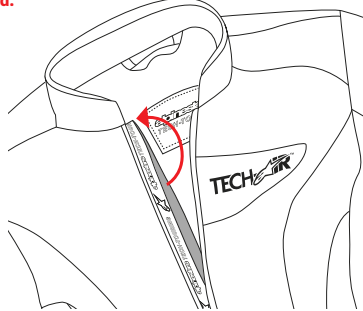

Abbildung 8
**Tipp:** Wenn das System nicht startet (keine LED-Anzeige leuchtet) überprüfen Sie, dass nichts zwischen den Sensorflächen (Abbildung 8) liegt und, dass die Klappe mit dem Sensor in die Alpinestars' Kombijacke nicht nach innen umgeklappt ist.
Wenn Sie auf Ihre Alpinestars Kombijacke nicht verzichten möchten, nachdem Sie das System abgeschaltet haben, dann müssen Sie den Reißverschluss bis unterhalb des Reißverschlussensors (17) aufmachen oder die innere Klappe der Alpinestars Kombijacke (Abbildung 8) umklappen, um den Kontakt des Reißverschlussensors zu verhindern, wenn Sie die Alpinestars Kombijacke weitertragen.
ACHTUNG! Das Schliessen des Reißverschlusses der Alpinestars Kombijacke bewirkt die Aktivierung des Systems. Um das zu verhindern, ist es erforderlich, den Hauptschalter (7) auszuschalten und die innere Klappe der Alpinestars Kombijacke muss vom Reißverschlusssensor weggeklappt werden (Abbildung 8; 17). Andernfalls wird die Einheit eingeschaltet bleiben, und die Batterie entladen. Beim Einlagern der Alpinestars Kombijacke mit geschlossenem Reißverschluss, checken Sie, dass keine Kontrollleuchten auf dem LED-Display (17) aufleuchten.